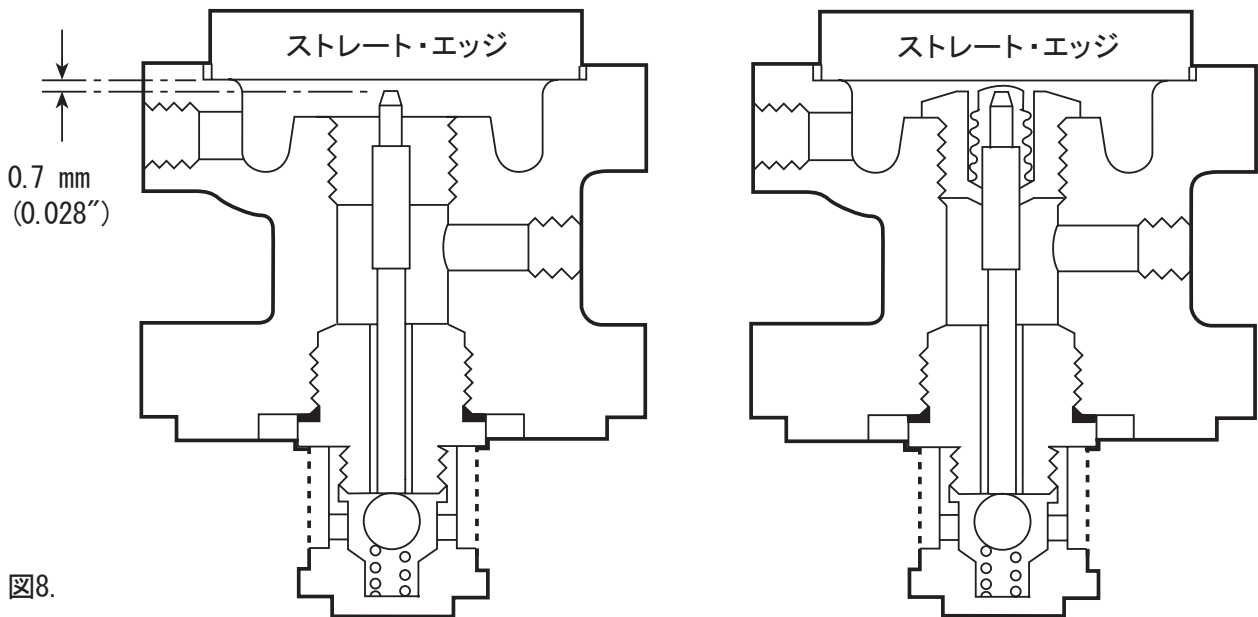

図8.
11. 上部からプランジャー(11)をさし込み、プランジャーの上部とダイアフラムの溝に置かれたストレート・エッジの隙間が0.7mmあることを確認します。(図8参照)
13. ベローズの上部がプランジャーの上部に軽く押されて、ストレート・エッジとベローズの上部の間に一筋の光が入る隙間があることを、再び点検します。(図8参照)